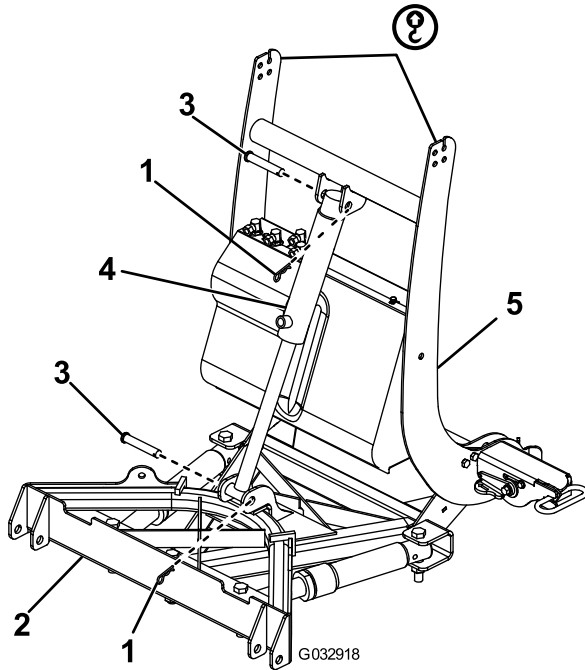

Figure 7
- Fixez le côté tige du vérin de levage au cadre de poussée à l'aide d'un axe de chape et d'une goupille fendue (Figure 7).
- Fixez le côté libre du vérin de levage à la tour d'accouplement à l'aide d'un axe de chape et d'une goupille fendue (Figure 7).